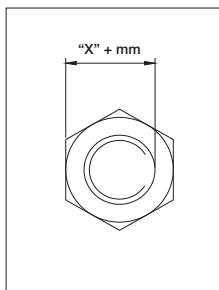

Figure 6
1. Mesurer la distance à partir du plat de l'écrou jusqu'au côté le plus éloigné du boulon. Voir figure 6.